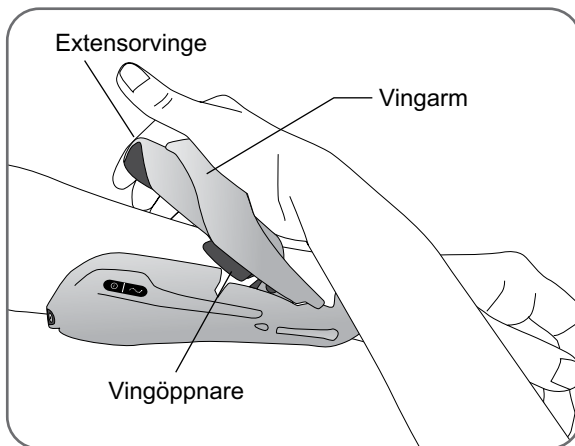

Bild 8-10: Stänga extensorvingen
5. Dra ut extensorvingen och tryck samtidigt nedåt på vingarmen. Se bild 8-10. Tryck nedåt tills det klickandet ljudet upphör.